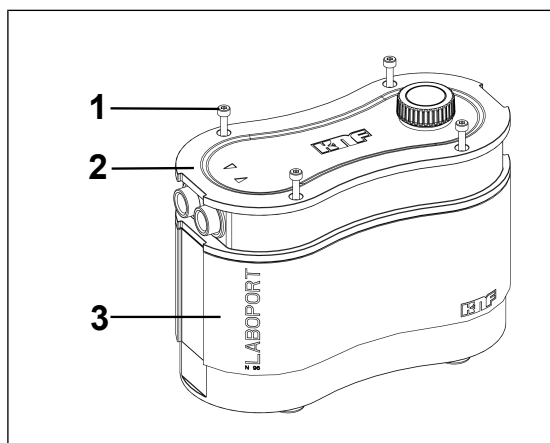
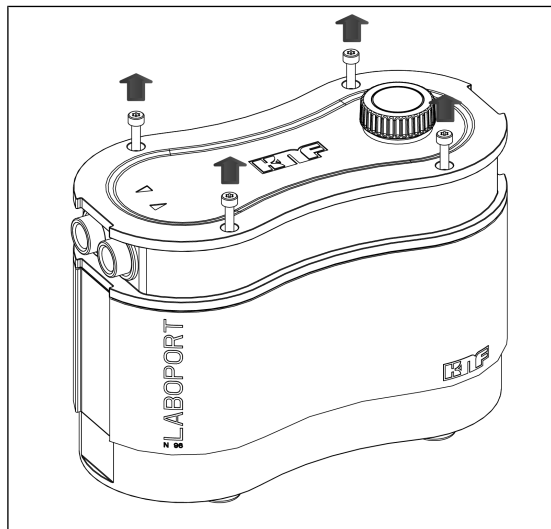
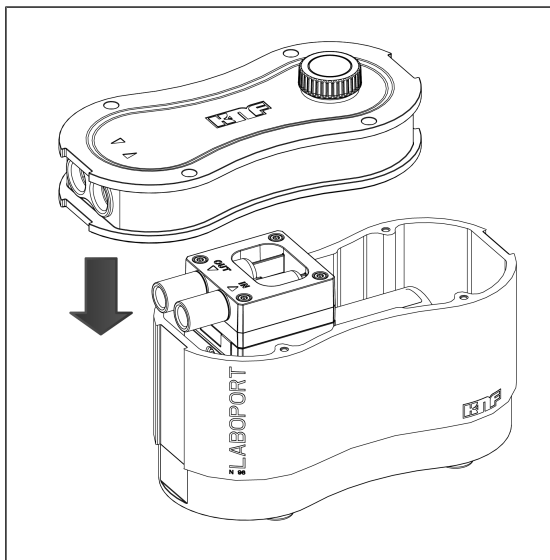

Fig. 7: Aprire la carcassa
Fig.8: Allentare le viti della carcassa
Fig.12: Applicazione del coperchio della carcassa
1. Allentare le quattro viti della carcassa (Fig. 7/1) und entnehmen Sie diese aus dem Gehäusedeckel (2) (vedere Fig. 8).
1. Posizionare il coperchio della carcassa (Fig. 7/2) sulla carcassa della pompa (3) con cautela (vedere Fig. 12).